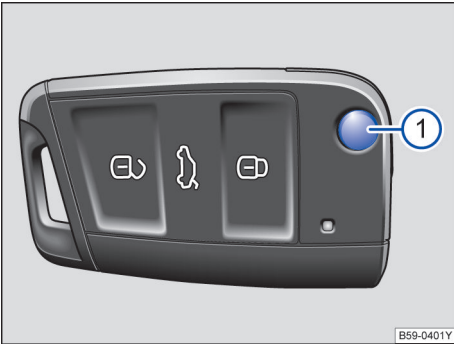

图 40 遥控钥匙
按压按钮→图 40① 即可解锁并翻开钥匙头。
如短时间内反复按压汽车钥匙上的按钮→图 40 或中央门锁某个按钮→第 49 页，则中央门锁系统将暂时关闭，防止系统过载，此时汽车处于解锁状态，必要时闭锁汽车。